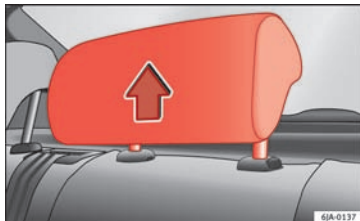

Fig. 75 Hovedstøtte i brugspå position
- Tre **brugspositioner** » Fig. 75. I disse positioner fungerer hovedstøtten som en almindelig hovedstøtte, og sammen med sikkerhedsselen beskytter den bagsædepassagerne.